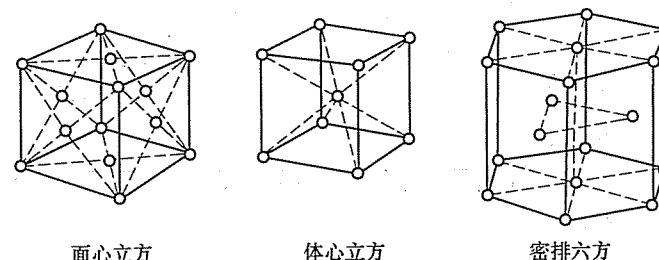

图 20-3 第三题第 3 小题解答图
3. 面心立方、体心立方和密排六方的晶胞示意图如图 20-3 所示。计算得它们的晶胞原子数、原子半径 (用晶格常数表示)、配位数和致密度列于表 20-1。